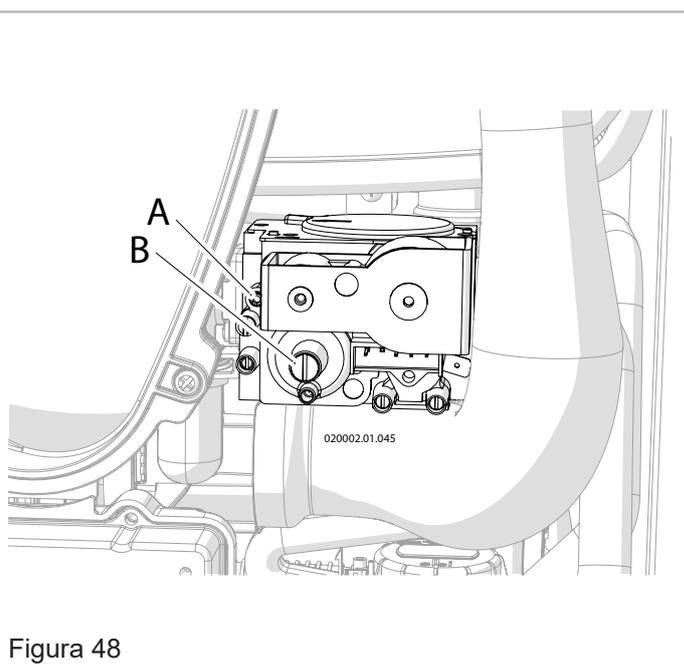

Figura 48
18. - Aprire completamente la vite di regolazione del CO2 particolare "A" (Figura 48);
- Ruotare in senso orario la vite "A" (Figura 48) per diminuire il tenore di CO2;
- Ruotare in senso antiorario la vite "A" (Figura 48) per aumentare il tenore di CO2;
11. - Una volta terminato il controllo sigillare con vernice rossa o sistema equivalente la vite "A" (Figura 48);
- Ruotare in senso antiorario la vite "B" (Figura 48) per diminuire il tenore di CO2;
- Ruotare in senso orario la vite "B" (Figura 48) per aumentare il tenore di CO2;
18. - Una volta terminato il controllo, sigillare con vernice rossa o sistema equivalente la vite "B" (Figura 48);